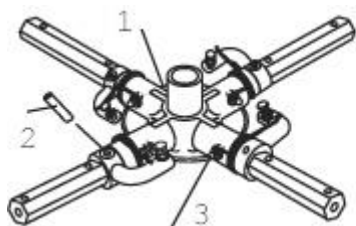

Рис.20. Снятие траверсы:
1. Вывинтить болт и вынуть шпильку (см.рис.20).